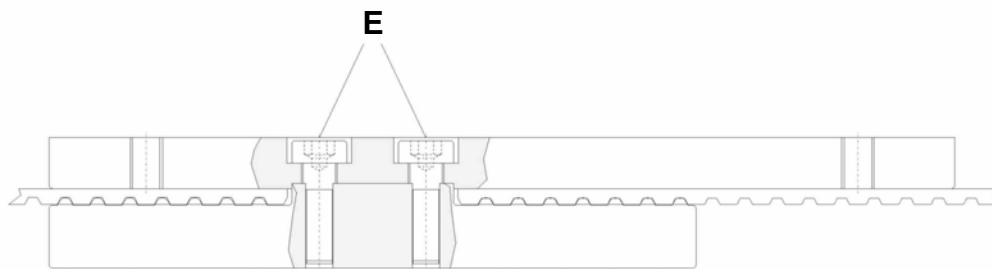

Abbildung 20: Riemenschloss (Mitnehmer)
- Öffnen des Mitnehmers durch Lösen der Verbindungsschrauben (siehe *Abbildung 20, unten, E*).
- Zahnriemen mit Mitnehmer verbinden (siehe *Abbildung 20, oben, E*).